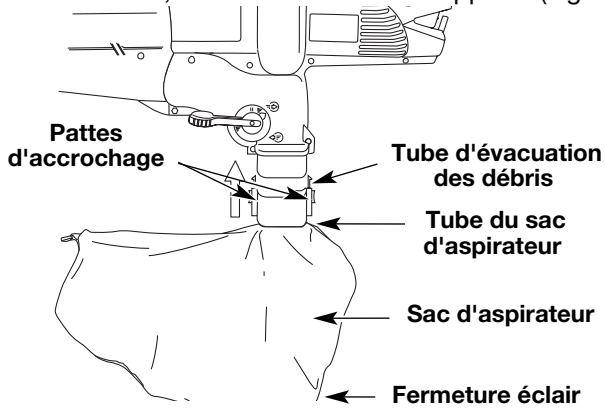

Fig. 4
2. Glissez le tube du sac sur le tube d'évacuation des débris, sur le carter. Poussez le tube jusqu'à ce que les pattes d'accrochage des deux côtés s'enfoncent avec un déclic, fixant ainsi le sac sur l'appareil (Fig. 4).